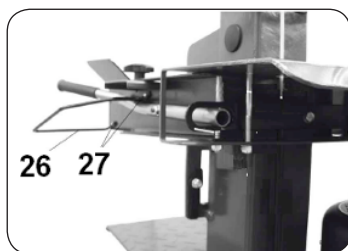

Figura 4
3. Los arcos protectores (26) de ambos salvamanos siempre se montan usando 2 tornillos de ranura en cruz (27). (Figura 4)